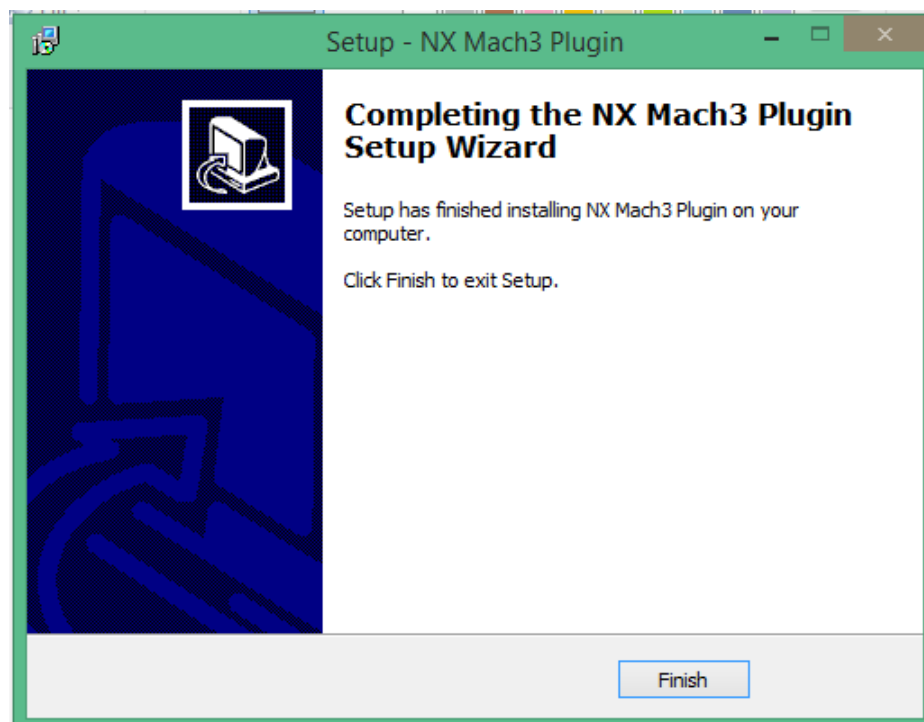

Figura 11
- A seguir pressione novamente o botão de avançar para iniciar a instalação (Figura 11). O instalador instalará os plug-ins na pasta “C:\Mach3\Plugins.”